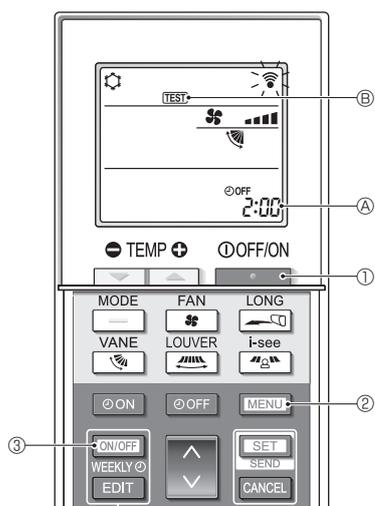

Fig. 7-5
■ Praca próbna (Fig. 7-5)
- Nacisnąć przycisk ①, aby wyłączyć klimatyzator.
- Jeśli programator tygodniowy jest włączony (jest wyświetlana ikona) , należy nacisnąć przycisk ③, aby go wyłączyć (nie jest wyświetlana ikona).
- Nacisnąć przycisk ② na 5 sekund.
- Nacisnąć przycisk ②.